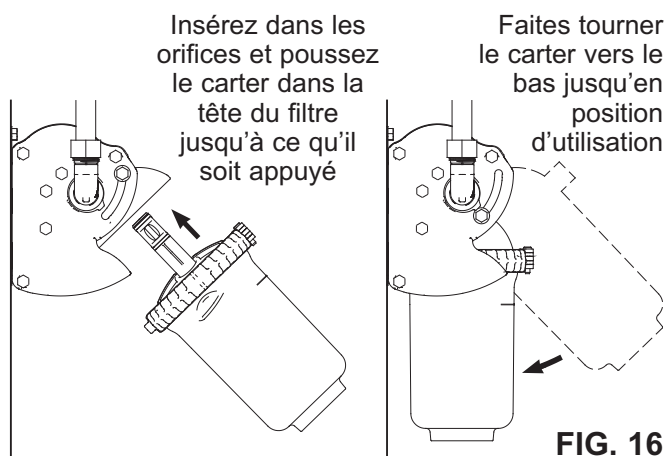

FIG. 16
**REMARQUE :** Pour éviter un écoulement d'eau imprévu de la tête du filtre, ne faites pas pivoter la tête du filtre vers le bas en position d'utilisation si le carter et la cartouche filtrante de remplacement ne sont pas en place, tel qu'illustré à la figure 16.
10. Insérez le carter dans la tête en guidant les orifices du filtre dans les logements correspondants de la tête et en poussant le carter vers le haut jusqu'au bout (consultez la fig. 16).